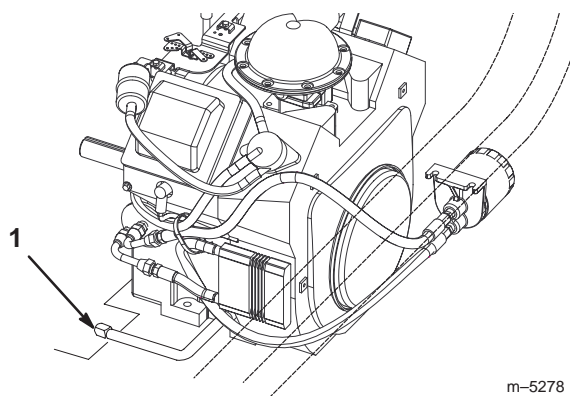

Figure 57
3. Placez un bac de vidange sous l'orifice de vidange. Enlevez le bouchon de vidange (Fig. 57).